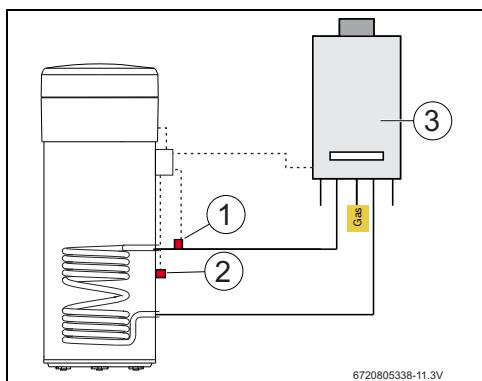

Rys. 8
- ▶ Czujnik podłączany do osprzętu (rys. 8, [1]) ustawić w sposób przedstawiony na rys. 8.
- ▶ Zamocować czujniki temperatury na rurze za pomocą dołączonej spirali z tworzywa sztucznego (rys. 8, [2]).
- ▶ Owinąć czujnik temperatury materiałem izolacyjnym (rys. 8, [3]).
- ▶ Zamocować izolację za pomocą 2 dołączonych opasek kablowych (rys. 8, [4]).